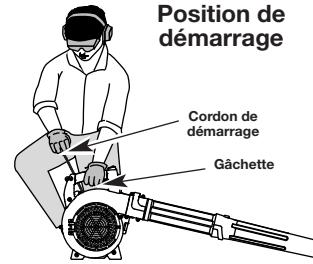

Fig. 13
**REMARQUE:** L'appareil devrait être démarré au ralenti. Ne pas appuyer sur la manette pendant le démarrage (Fig. 13).
- Accroupissez-vous dans la position de démarrage et tirez sur le cordon de démarrage jusqu'à ce que vous sentiez une résistance. Ceci est normalement environ de 2 à 4 pouces (5 à 10 cm). Tirez 4 fois sur le cordon dans un mouvement rapide mais homogène (Fig. 13).